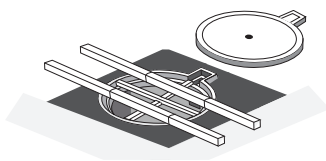

Fig. 4b
6. Riempire con rivestimento bituminoso lo strato di finitura di 3 cm in modo da riportare al livello del manto stradale la zona interessata dalla posa in opera (ricoprire il chiusino con sabbia prima della stesura del tappeto bituminoso al fine di preservare il corretto assemblaggio tra telaio e coperchio (fig 4B).
6. Fill the 3 cm finishing layer with a covering of tar in order to bring the area affected by the installation back to the level of the road surface (cover the manhole with sand before laying the tar to protect the frame and cover assembly (Figure 4B).